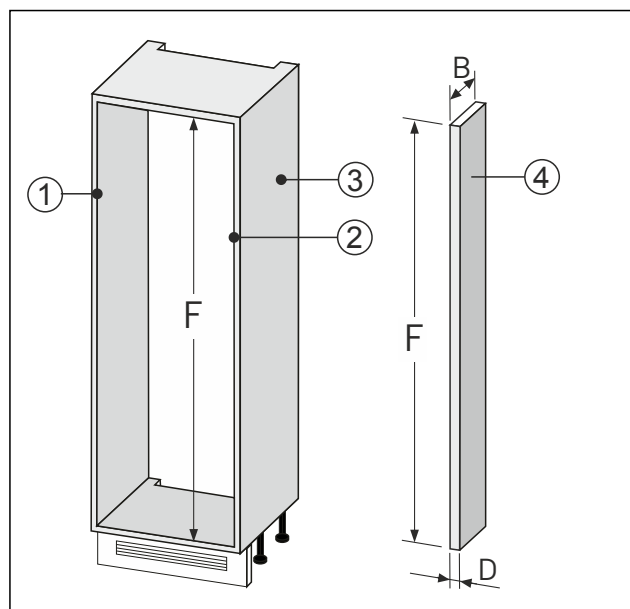

Fig. 87
- Opprett veggutjevning Fig. 87 (4) i henhold til målene ovenfor.